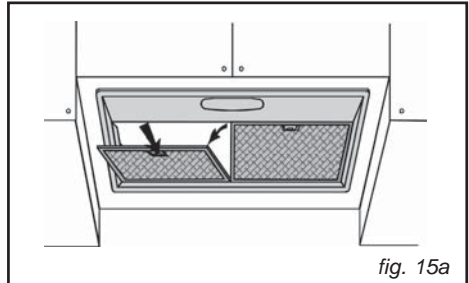

fig. 15a
• Demontering av fettfiltret (Fig. 15a-15b)